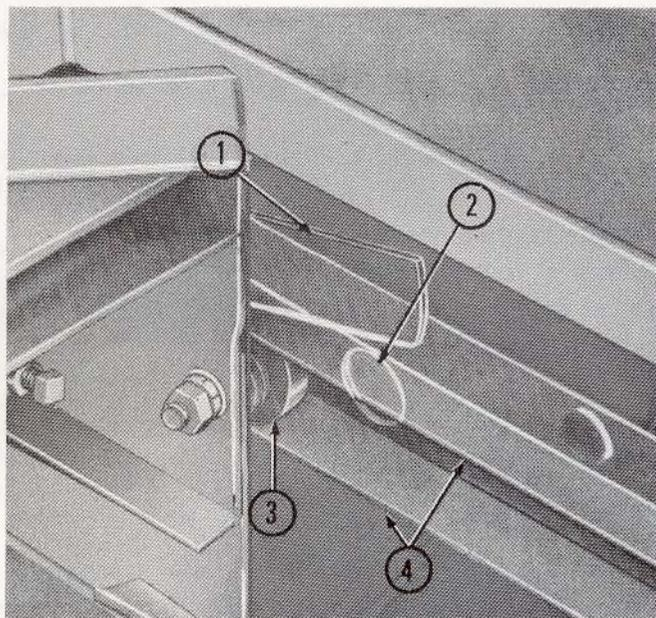

Fig. 18. — Galet (avant).
Un orifice d'accès avec couvercle situé sur le côté gauche du couloir à balles permet de déposer les deux galets (voir fig. 18). Faire tourner le volant à la main pour amener un galet en face de l'orifice d'accès. Déposer la visserie et le galet. Répéter l'opération pour le second galet.
- b) Desserrer l'écrou du galet avant (voir fig. 18). Régler le galet avant sur la cornière guide inférieure.